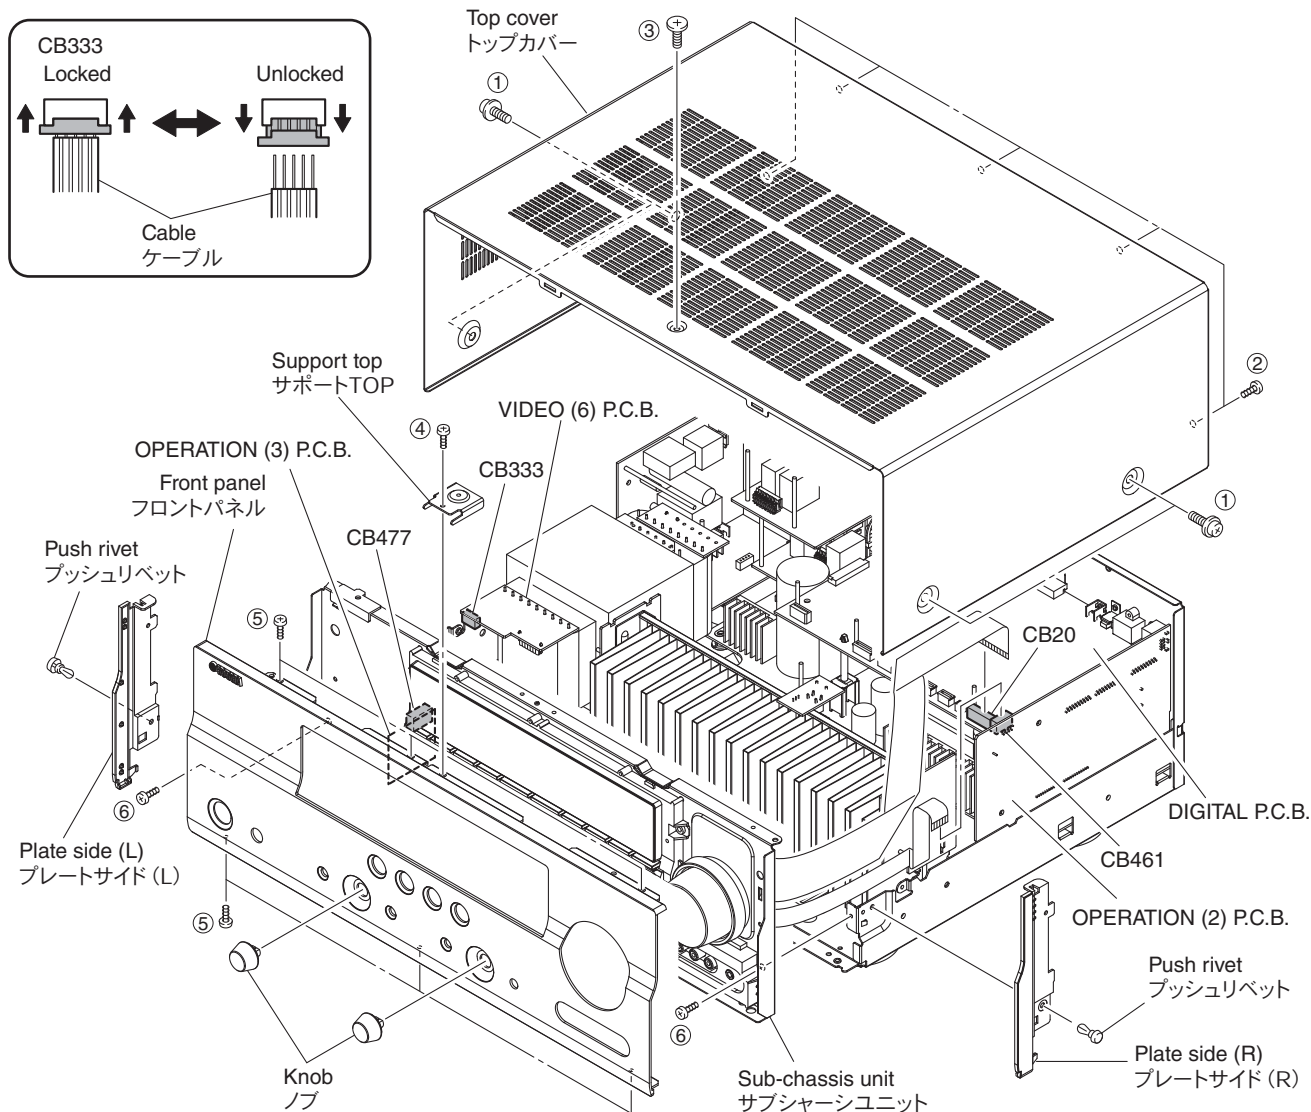

Fig. 1
- Remove 4 screws (①), 5 screws (②) and screw (③). (Fig. 1)
- Slide the top cover rearward to remove it. (Fig. 1)
- Remove screw (④) and then remove the support top. (Fig. 1)
- Remove 2 knobs. (Fig. 1)
- Remove 6 screws (⑤) and then remove the front panel. (Fig. 1)
- Remove 2 push rivets and then remove the plate side (L) and (R). (Fig. 1)
- Remove CB20, CB461 and CB477. (Fig. 1)
- Remove 2 screws (⑥) and then pull out the sub-chassis unit. (Fig. 1)
- Unlock and remove CB333. (Fig. 1)
- Remove the sub-chassis unit. (Fig. 1)
- ①のネジ4本、②のネジ5本、③のネジ1本を外します。(Fig. 1)
- トップカバーを後方へスライドさせ、取り外します。(Fig. 1)
- ④のネジ1本を外し、サポートトップを取り外します。(Fig. 1)
- ノブ2個を取り外します。(Fig. 1)
- ⑤のネジ6本を外し、フロントパネルを取り外します。(Fig. 1)
- プッシュリベット2個を外し、プレートサイド(L)、(R)を取り外します。(Fig. 1)
- CB20、CB461、CB477を外します。(Fig. 1)
- ⑥のネジ2本を外し、サブシャーシユニットを引き出します。(Fig. 1)
- ロックを外し、CB333を外します。(Fig. 1)
- サブシャーシユニットを取り外します。(Fig. 1)